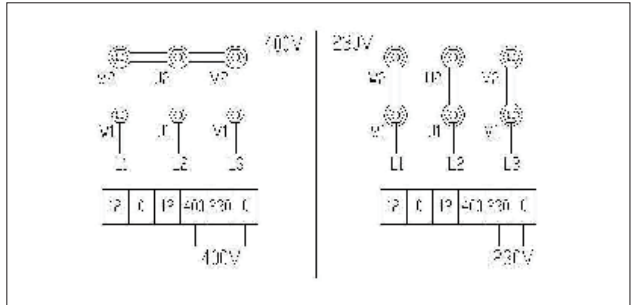

図7
- 230V の三相電源であれば、変圧器と電機配線 (図7を参照) を調整・制御する必要があります